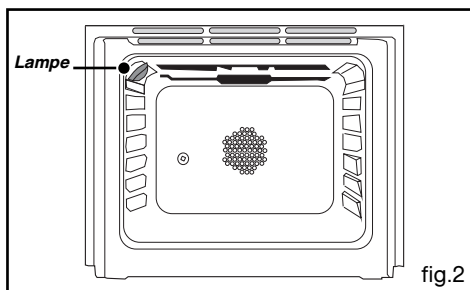

fig.2
- Desserrez les vis du serre-câble (**fig.2**).
- Introduisez le câble d'alimentation par le côté du capot et dans le serre-câble situé à droite du bornier. (Reportez-vous au tableau de la page précédente pour le choix de la section du câble) (**fig.2**).
A l'intérieur du four (fig. 2) :